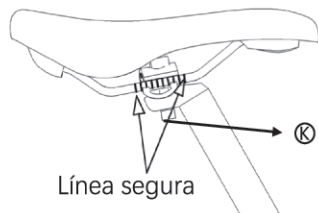

Figura 53-1.
- Asegúrese de que el clip del tubo del sillín no sobrepase la línea de seguridad del carril guía del sillín, como se muestra en la Figura 53-1.